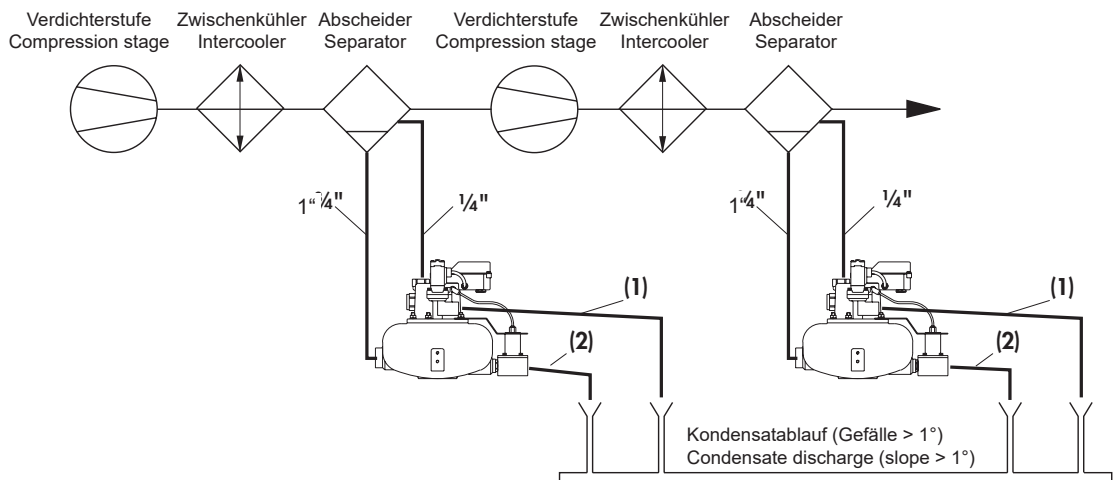

Bild.3: **BEKOMAT 6 CO LA / LALP** an mehrstufigem Verdichter
- Generell **unteren** Zulaufanschluss verwenden und Luftausgleichsleitung verlegen (Bild 3)